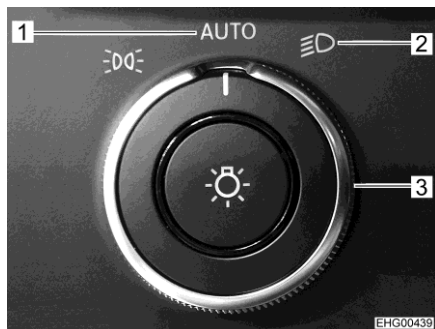

Fig. 12 Conmutador giratorio de luz
- Girar el conmutador giratorio de luz Mercedes (Fig. 12,3) a la posición "AUTO" (Fig. 12,1) o a la posición de luz de conducción (Fig. 12,2).